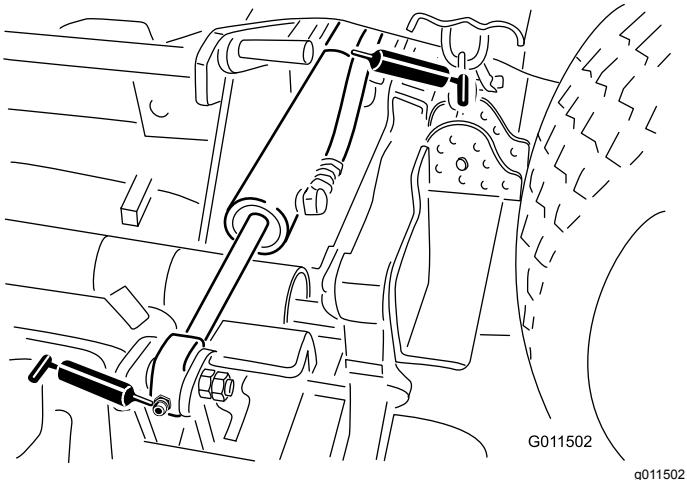

Bild 69
Seitmähwerk-Hubzylinder (4) (Bild 69)